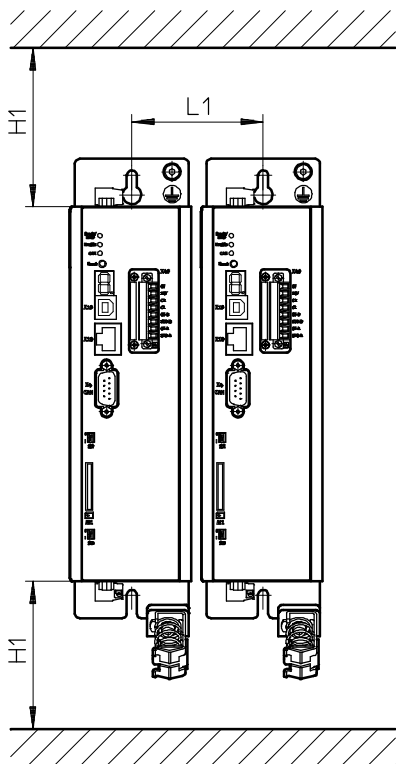

Fig. 3.2 Контроллер мотора CMMP-AS-...-M0: Отступ для монтажа и монтажный зазор
- Контроллеры моторов семейства CMMP-AS-...-M0 выполнены так, что при использовании по назначению и правильном подключении они могут присоединяться непосредственно в ряд на теплоотводящей монтажной панели. Следует обратить внимание на то, что перегрев устройства может привести к его преждевременному старению и/или повреждению. При высокой термической нагрузке на контроллеры моторов CMMP-AS-...-M0 рекомендуется отступ для монтажа (→ Fig. 3.2)!